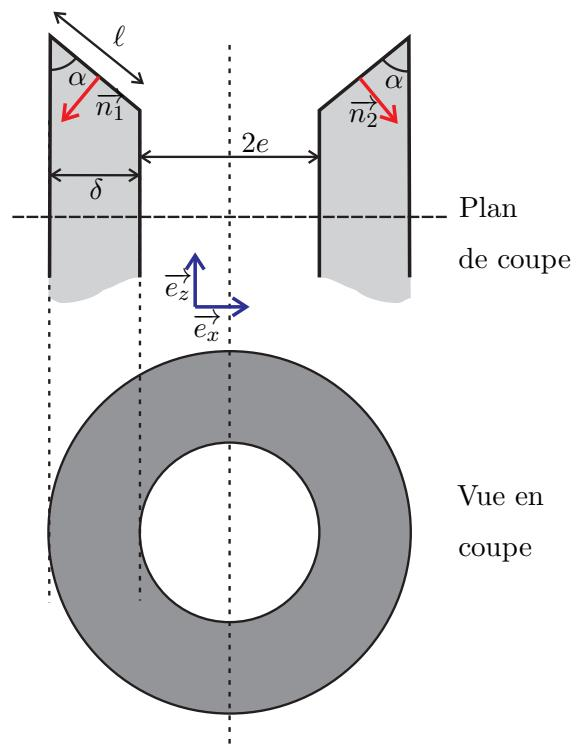

Figure 11 – Force de pression équivalente exercée sur le piston par l'étage à haute pression
Dans le compartiment haute pression, les forces de pression qui s'exercent sur le piston s'appliquent suivant les différentes surfaces du piston en trait noir sur la figure 11. On suppose, pour étudier la résultante de ces forces, que le piston est plongé dans une zone où règne une pression uniforme notée  $P_H$ .
**12.2.** On s'intéresse maintenant aux forces de pression appliquées sur les surfaces obliques. Exprimer la somme des vecteurs unitaires  $\vec{n}_1 + \vec{n}_2$  en fonction de  $\vec{e}_z$  et de l'angle  $\alpha$ . Montrer que la résultante des forces de pression élémentaires exercées sur des éléments de surface diamétralement opposés est dirigée vers le bas suivant le vecteur  $-\vec{e}_z$ . Etablir la relation entre l'angle  $\alpha$  et les longueurs  $\ell$  et  $\delta$ . En déduire que la résultante de ces forces, notée  $\vec{F}_o$ , est verticale et équivalente à la force de pression qui serait exercée par la pression  $P_H$  sur la couronne représentée sur la figure 11. Calculer la surface de cette couronne  $\Phi_C$  en fonction de  $e$ ,  $R$  et  $D$ , et exprimer  $F_o$  en fonction de  $P_H$  et  $\Phi_C$  puis de  $P_H$ ,  $D$ ,  $R$  et  $e$ .